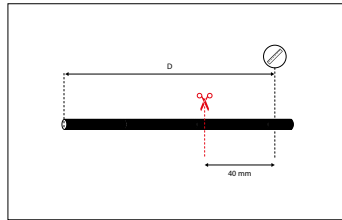

Abb. 27: Gewindestange kürzen
2. Kürzen Sie die Gewindestange der Koppelstange. Die Länge der Gewindestange muss 40 mm geringer sein als der in Punkt 1 gemessene Abstand (Abb. 27).